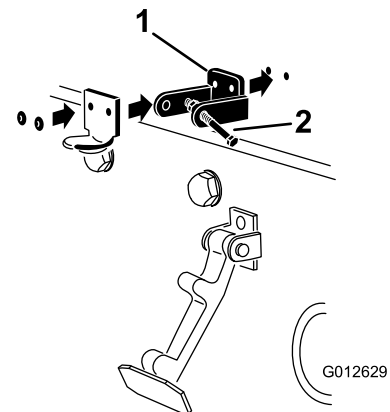

**Bild 7**
2. Entfernen Sie die zwei Niete, mit denen die Halterung des Motorhaubenriegels an der Motorhaube befestigt ist (Bild 7).